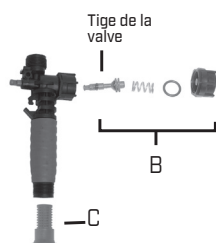

Figure 1
1) Robinet d'arrêt assemblé (figure 1).